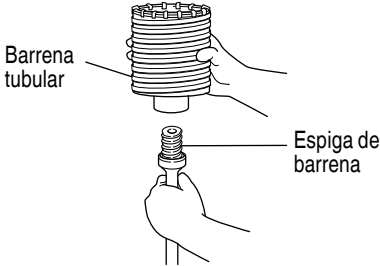

Fig. 20
- (1) Montar la barrena tubular en su espiga. (Fig. 20)